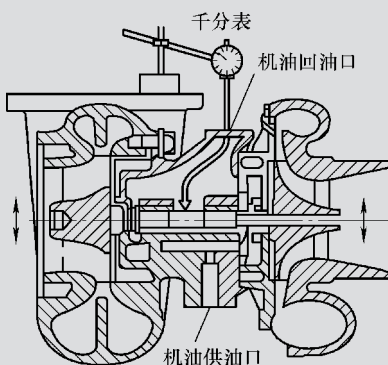

图 15-11 检查叶轮轴与轴承间隙
② 检查增压器叶轮轴与轴承间隙的方法。按照图 15-11 所示,安装好千分表,同时上下拨动叶轮及涡轮,测量间隙值,标准间隙值在 0.11 ~ 0.18mm,极限值为 0.215mm,如间隙值超过极限值,可判定增压器损坏。